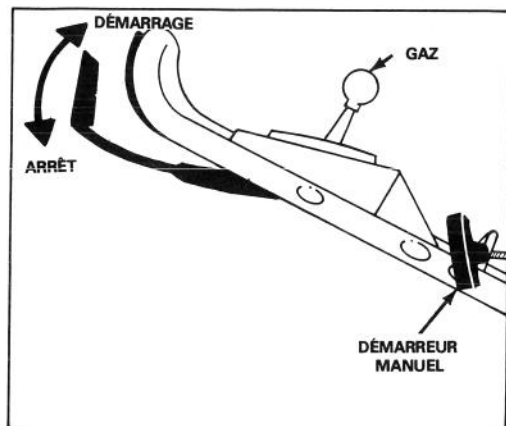

Figure 7
1. **COMMANDES** — La commande des gaz, la barre de commande et le démarrage manuel se trouvent sur la poignée supérieure (Fig. 7).
3. **DEMARRAGE** — Portez la commande des gaz sur le starter (CHOKE) et gardez la barre de commande appuyée sur la poignée. Tirez le cordon du démarrage manuel et réglez les gaz au niveau voulu dès que le moteur démarre (Fig. 7). Lorsque la température est d'environ 5 °C, il faudra tirer quelques fois de plus car le moteur doit être amorcé.